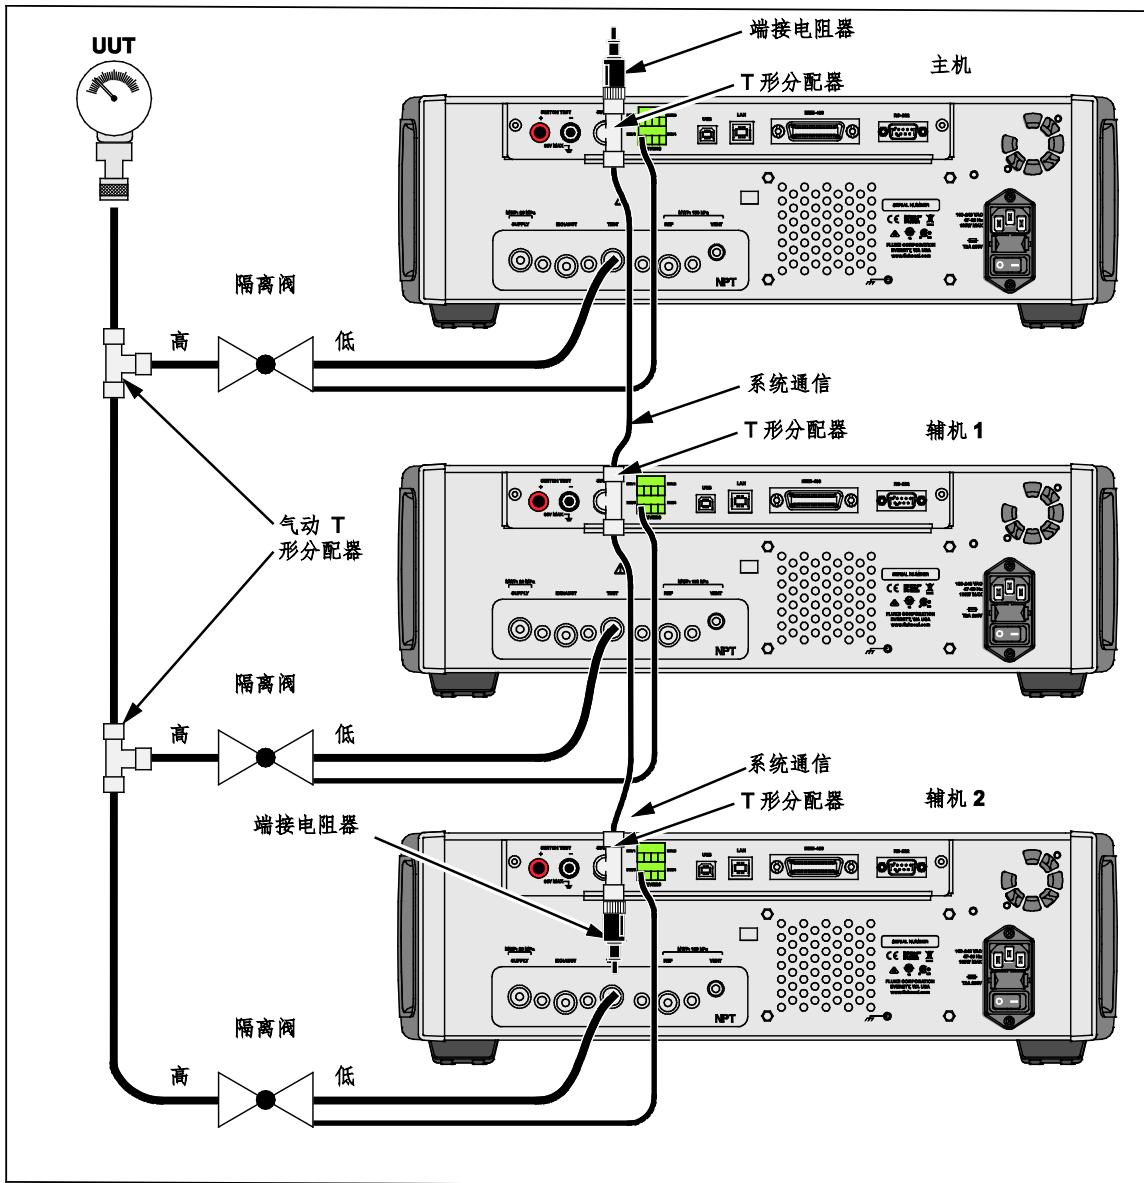

图 19. 系统叠加连接
- b. 连接压力管路至通往被测装置且标记有“HIGH”的端口。必要时使用分配器连接至被测装置。参见图 19。